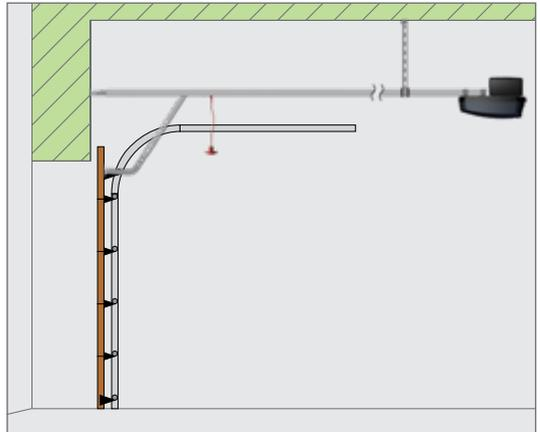

FIGURA 4
- El riel de transmisión debe estar perpendicular a la puerta como se muestra en la Figura 4